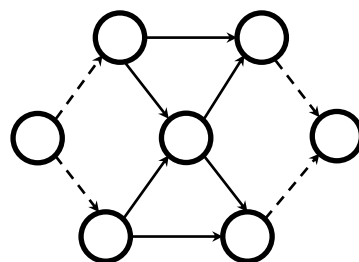

Рис. 4.2.
- не повинно бути (рис. 4.2.):